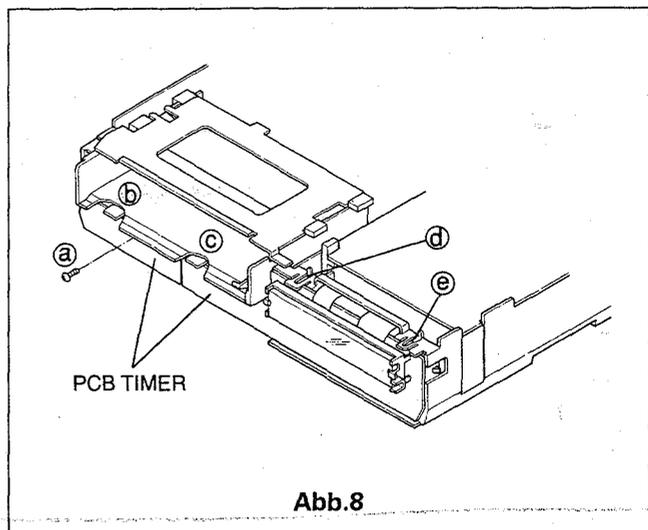

Abb.8
- B. Entfernen Sie die Befestigungsschrauben (a) wie in Abb.8.
- C. Lösen Sie die 4 Klammern (b), (c), (d) und (e) und entfernen Sie die Timerplatinen wie in Abb.8.